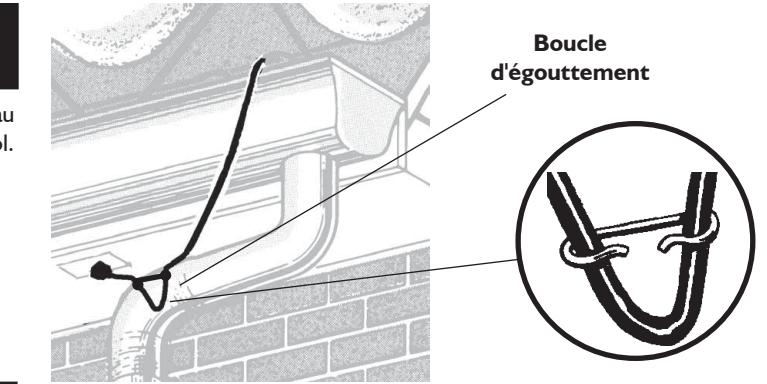

Figure 24. Former une boucle d'égouttement près du point de départ
- S'il n'y a pas de dommages, brancher le cordon d'alimentation dans la prise.** Disposer le cordon pour qu'il forme une boucle d'égouttement à l'aide de l'écarteur (voir Figure 24). La boucle d'égouttement sert à empêcher l'eau de fonte de suivre le tracé du cordon et d'entrer dans la prise.